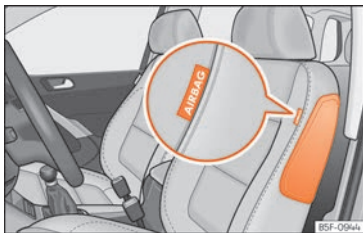
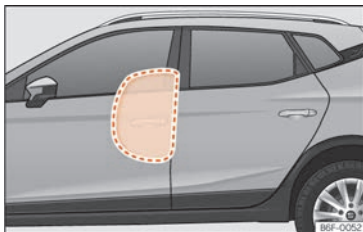

Fig. 31 Coixí de seguretat lateral al seient del conductor.
Fig. 32 Coixí de seguretat lateral completament inflat al costat esquerre del vehicle.
Els coixins de seguretat laterals es troben als respattllers dels seients davanters »» fig. 31 , »» fig. 32.
- Assegureu-vos que els nens viatgin asseguts correctament als seients i no situïn el cap a la zona de desplegament dels coixins de seguretat laterals »» fig. 32, ja que, en cas de disparar-se els coixins de seguretat, podrien colpejar-los i provocar-los lesions greus.